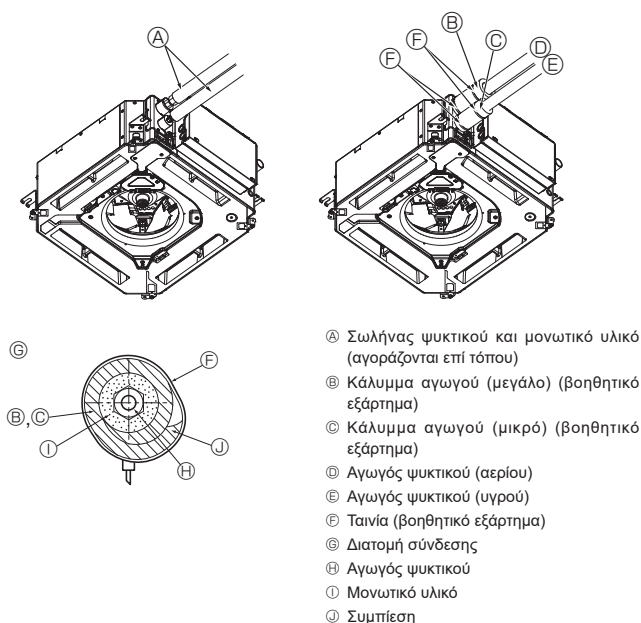

Fig. 5-8
5.5. Σύνδεση σωλήνων (Fig. 5-8)